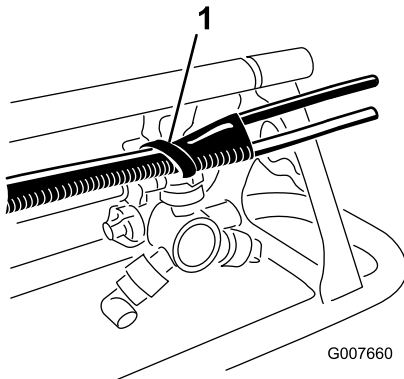

图 14
**注意** 使用扎带使用支柱中的孔将泡沫管固定到支柱上 图 14。